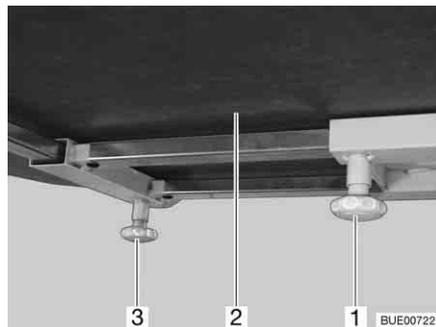

Bild 120 Tischplatte verschieben (Alternative)
- Rändelschraube (Bild 120,1) lösen.
- Tischplatte (Bild 120,2) in gewünschte Position schieben.
- Rändelschraube (Bild 120,3) lösen.